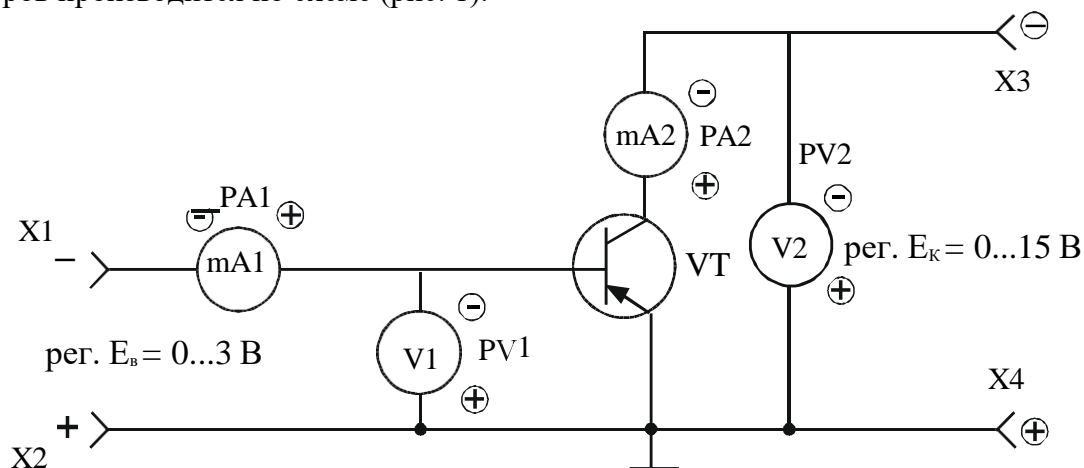

Рис. 1
*Транзистор* — преобразовательный полупроводниковый прибор, пригодный для усиления мощности, имеющий три вывода — эмиттер, база, коллектор. Биполярный транзистор имеет два р-п перехода и основан на переносе неосновных носителей через базу. Известны три схемы включения транзистора — с общей базой, общим эмиттером и общим коллектором. Каждая схема имеет свои достоинства и недостатки. В данной работе следует снять входные и выходные вольт-амперные характеристики транзистора, включенного по схеме с ОЭ в статическом режиме (без нагрузки), и определить вторичные  $h$ -параметры, по которым можно судить о качестве данного транзистора. Измерение статических характеристик транзисторов производится по схеме (рис. 1).